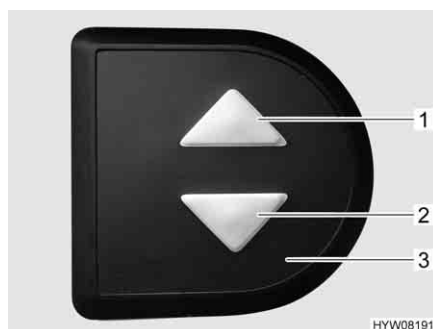

Fig. 89 Elemento di regolazione
- Sull'elemento di regolazione (Fig. 89,3) premere contemporaneamente i due tasti freccia (Fig. 89,1 e 2) e tenerli premuti fino a quando il letto basculante non si è spostato completamente verso il basso. Una volta rilasciati i tasti viene emesso un segnale acustico di conferma.
- Sull'elemento di regolazione (Fig. 89,3) premere il tasto freccia inferiore (Fig. 89,2) e tenerlo premuto fino a quando il letto basculante non ha raggiunto la posizione finale in basso.
- Sull'elemento di regolazione (Fig. 89,3) premere il tasto freccia superiore (Fig. 89,1) e tenerlo premuto fino a quando il letto basculante non ha raggiunto la posizione finale in alto.
- Portare leggermente il letto basculante con i tasti freccia (Fig. 89,1 o 2) nella direzione opposta.